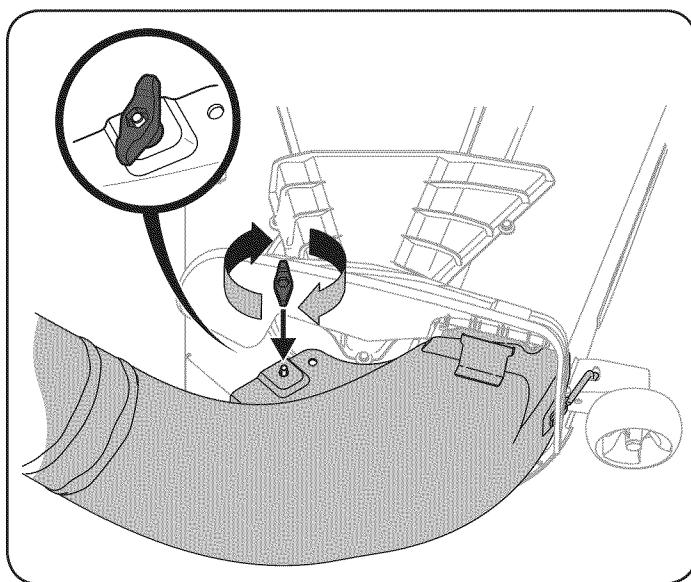

Figura 20
5. Fije el codo del canal de descarga en la plataforma de corte usando una perilla de aletas (720-04122) incluida con el kit de la embolsadora. Consulte la Figura 20.